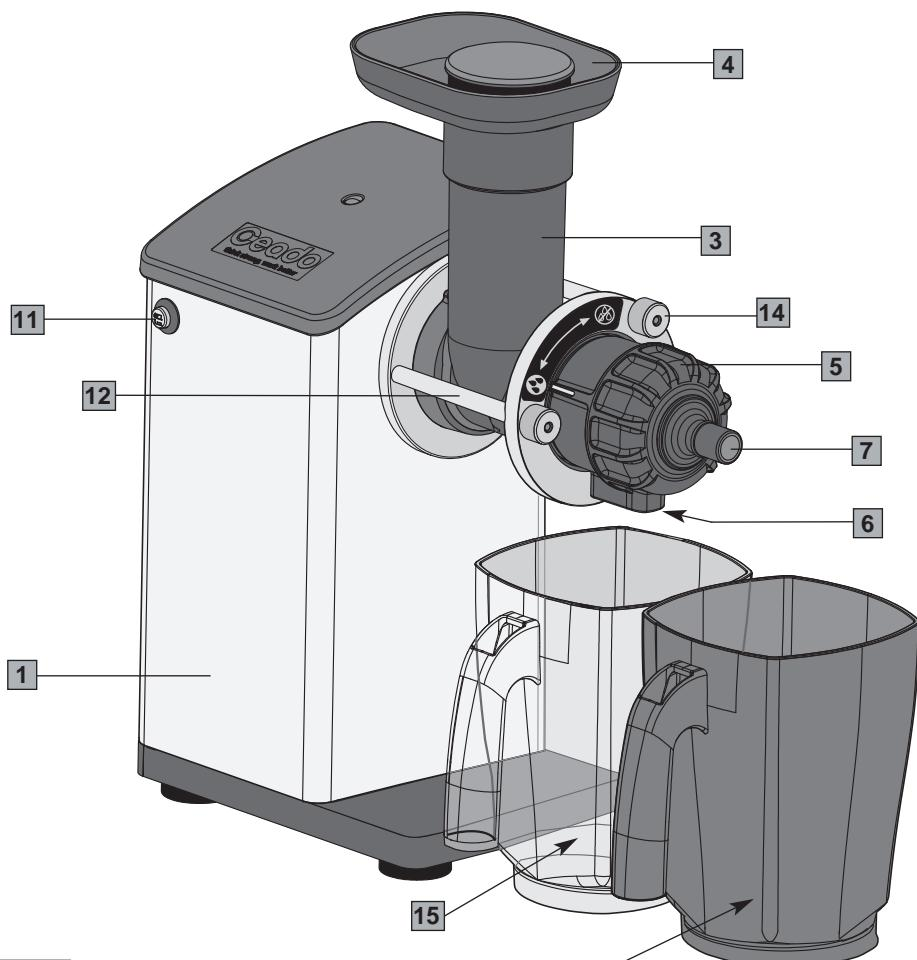
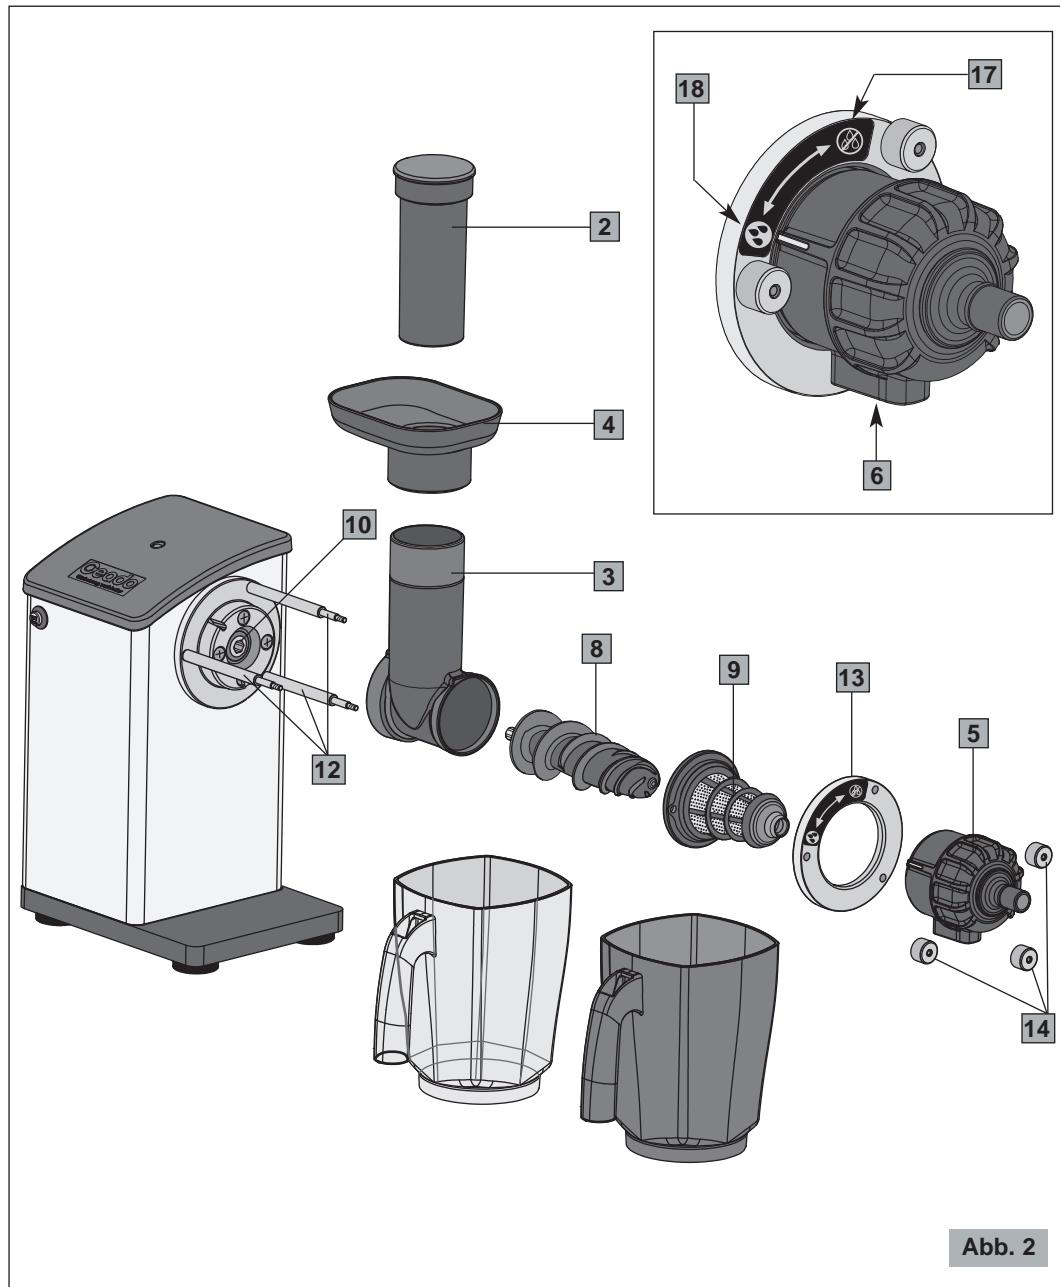

Abb. 1
Abb. 2
Hauptkomponenten (Abb. 1 - Abb. 2)
Bevor der Stecker in die Steckdose gesteckt wird muss man sich vergewissern, dass sich der ON-OFF-Schalter (11 Abb. 1) auf „O“ (ausgeschaltet) befindet.
- 3** Die Saftbehälter (15, Fig. 1) unter den Saftauslauf und die Fruchtfleischbehälter (16, Abb. 1) unter den Fruchtfleischauslauf stellen.
Während des Gerätebetriebs muss sich die Filterabdeckung (5, Abb. 1) in offener Position befinden (Symbol „Drei Tropfen“). Um ein Tropfen zu verhindern, muss nach Abstellen des Motors die Filterabdeckung so lange um 90° im Uhrzeigersinn gedreht werden (Symbol „Tropfenstopp“).